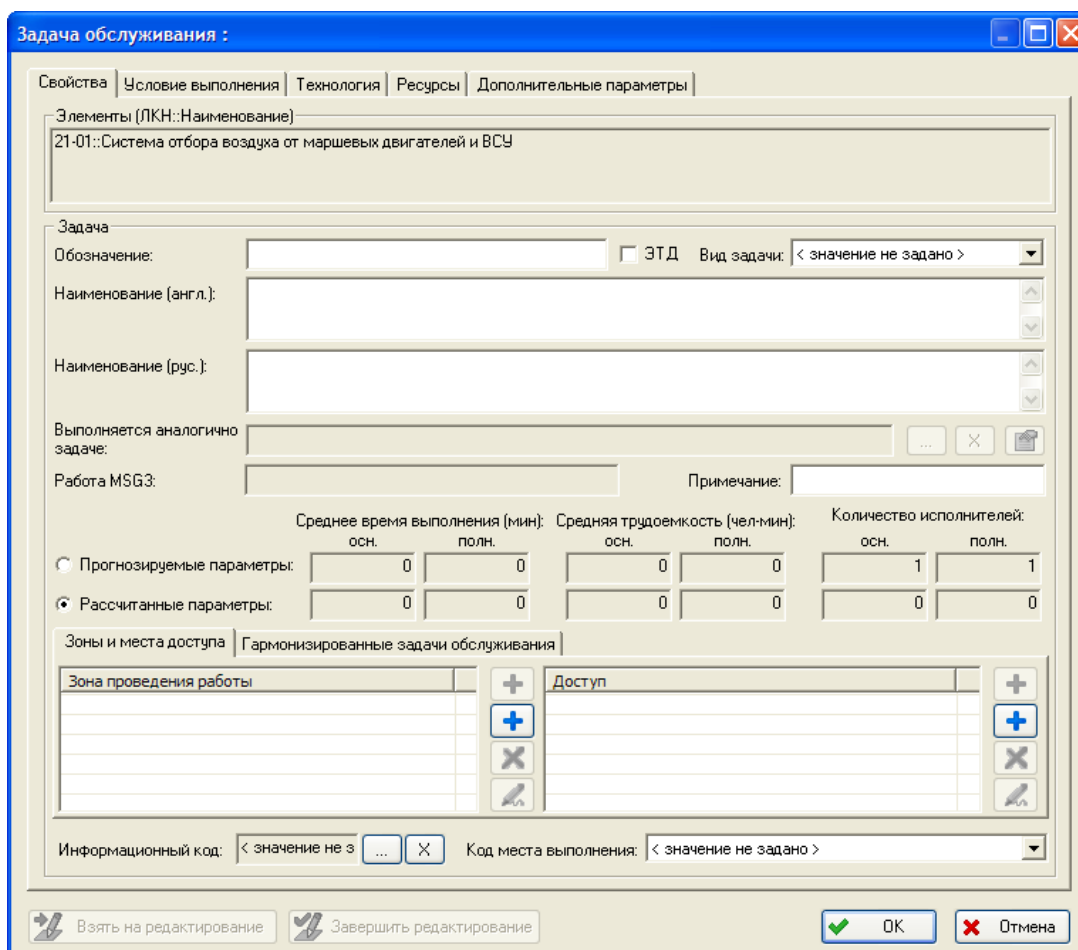

Рис. 2-5
4. В результате откроется окно **Задача обслуживания** (рис. 2-5).